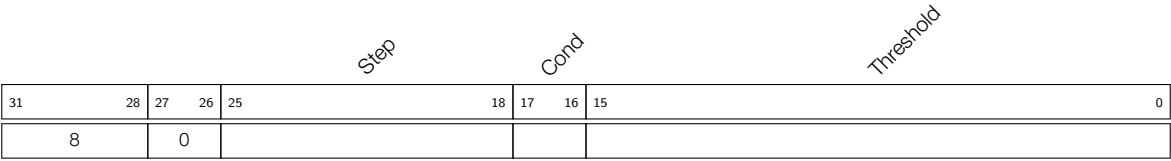

图 30-16. 指令类型 - JUMPR
**Operand**    **描述** - 见图 30-16